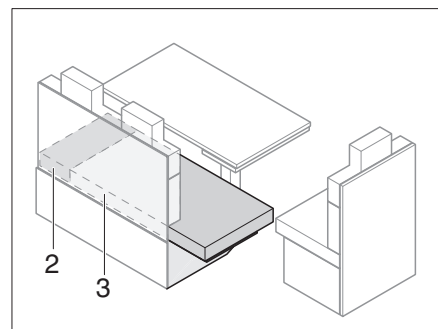

Fig. 143 Après l'agrandissement
- Tirer le coussin d'assise (Fig. 143,3) sur la rallonge de la banquette.
- Placer les coussins supplémentaires (Fig. 143,2) entre les coussins d'assise (Fig. 143,3) et la paroi extérieure.
- Retirer le coussin supplémentaire (Fig. 143,2).
- Tirer le coussin d'assise (Fig. 143,3) sur la banquette.